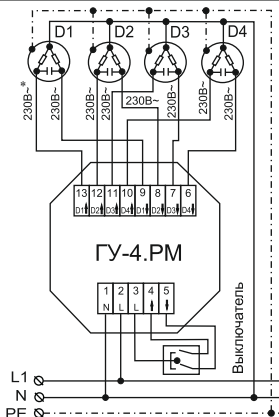

Рисунок 1 Типовая схема подключения ГУ-4.РМ
- Аккуратно разместить устройство и кабели в корпусе, выполнить подключение устройства в соответствии с типовой схемой (см. рисунок 1);